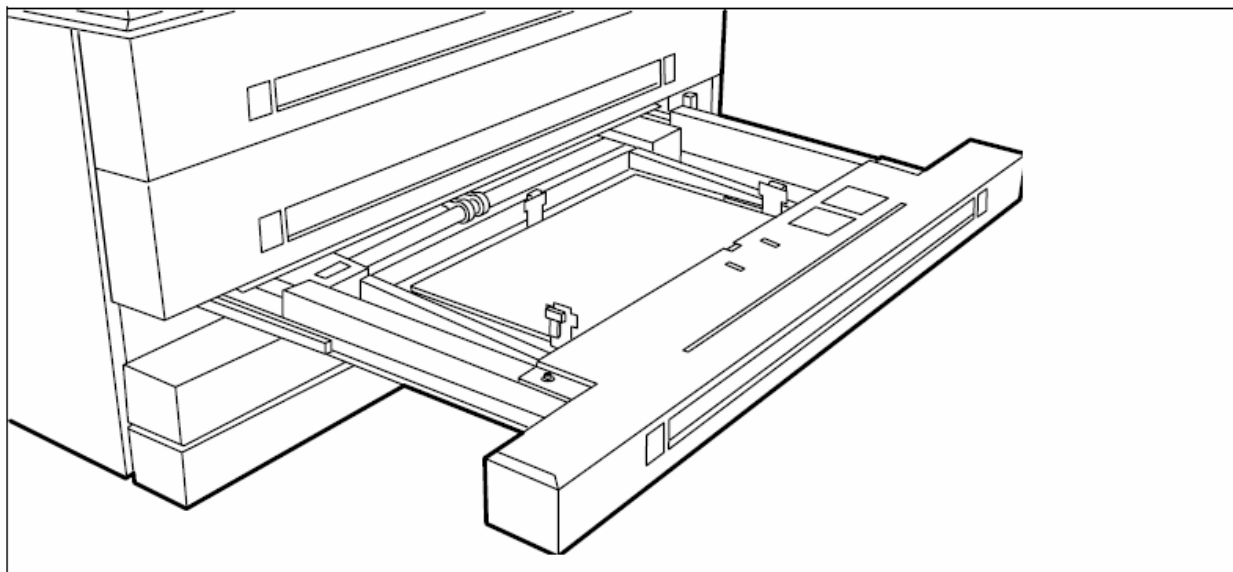

Рисунок 97: Как открывать лоток
1. Откройте соответствующий отсек (смотрите рисунок 97).